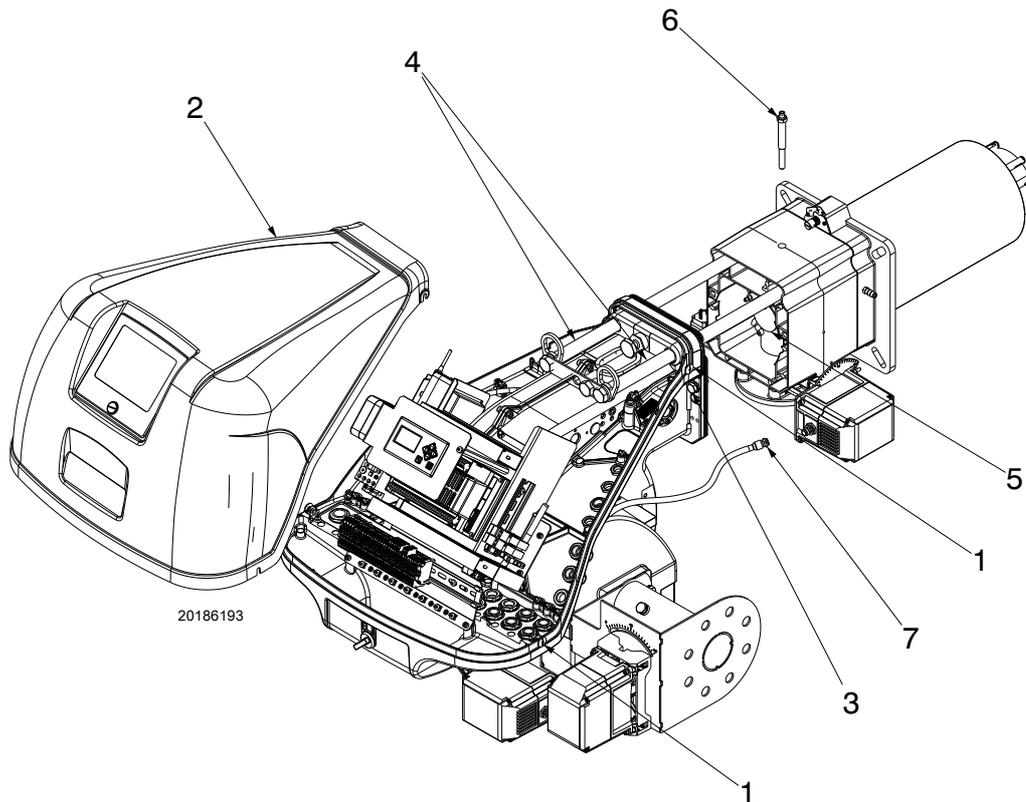

图 38
如有疑问，可先拆下弯头（图 38 页 42）。
- ▶ 松开 4 个螺母 1) (图 38)，取下保护罩 2)。